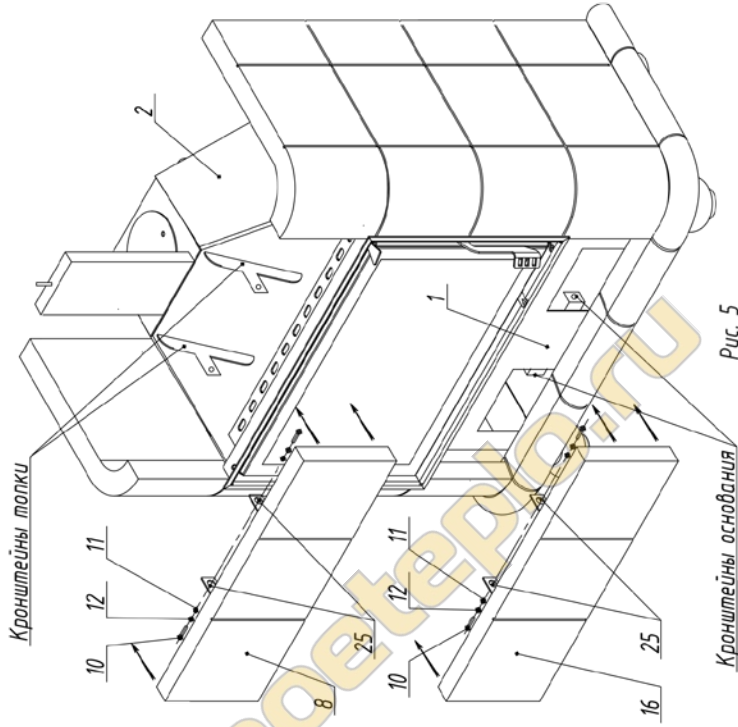

Рис. 5
7. Нижняя вставка 16 крепится кронштейнами 25 к кронштейнам 10, 11, шайбами 12 (Рис. 5)